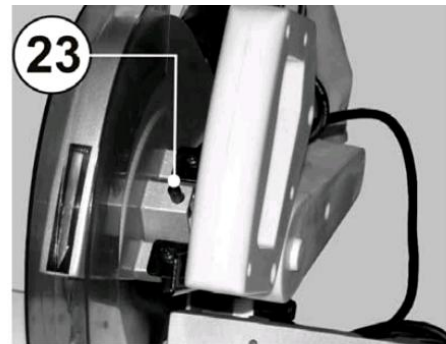

Рис.8
- После чего прилагаемым ключом затяните винт (35) одновременно нажимая на кнопку блокировки шпинделя(23) (См. Рис.8), тем самым удерживая шпindelь от вращения.